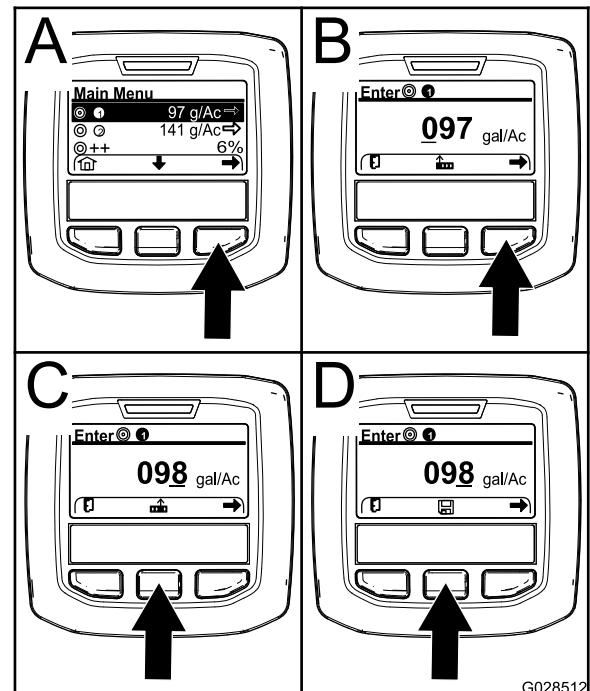

Figure 57
- Au besoin, appuyez sur le bouton de sélection central pour mettre en surbrillance le débit d'application du programme 1 (Figure 57).
- Appuyez sur le bouton de sélection droit pour sélectionner le programme de pulvérisation 1 (A de Figure 57).
- Appuyez sur le bouton de sélection droit (B de Figure 57) pour amener le curseur à la valeur numérique suivante à droite.
- Appuyez sur le bouton de sélection central (C de Figure 57) pour augmenter la valeur numérique (0 à 9).
Remarque: L'icône de sauvegarde s'affiche alors au-dessus du bouton central (D de Figure 57).
6. Appuyez sur le bouton de sélection central (D de Figure 57) pour sauvegarder le débit d'application programmé.